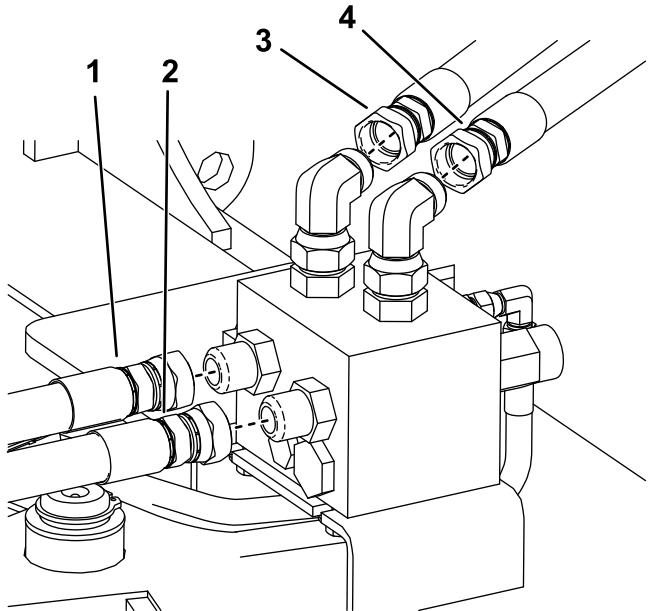

Figura 3
- Instale las mangueras del accesorio directamente en los acoplamientos rectos de la parte trasera del distribuidor (Figura 3).
- Retire los codos de las mangueras del rastrillo giratorio e instale los extremos de las mangueras en los acoplamientos en ángulo situados encima del distribuidor (Figura 3).